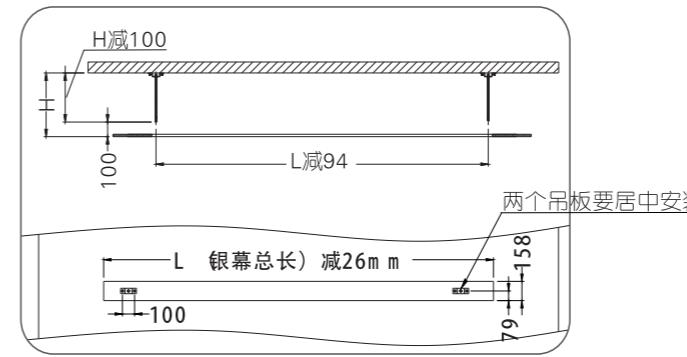
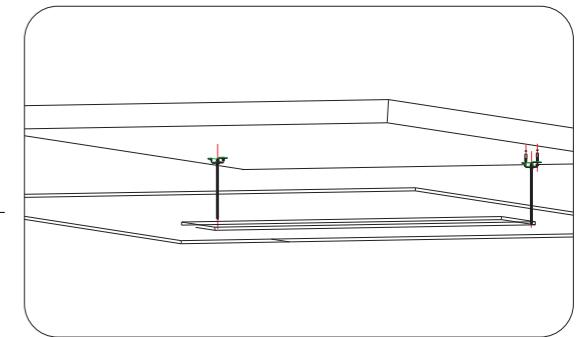

图4
图5
3.按图4所示，测量好吊架安装距离，用膨胀螺丝将吊架固定在房顶上,如图5所示。